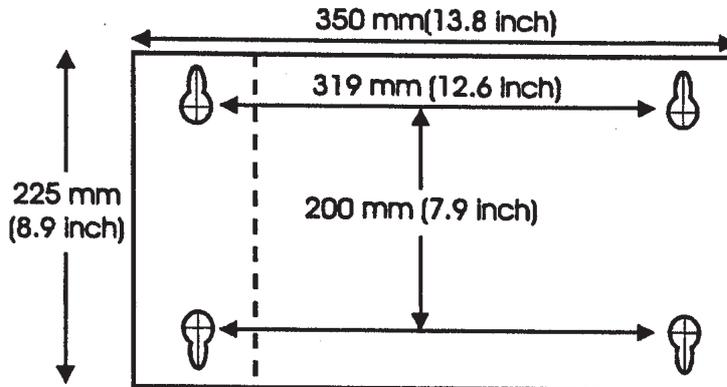

Figura 6. La caja de montaje del Detector con los agujeros marcados.
- Utilizando el esquema de la Figura 6, marcar sobre la pared la posición de los orificios de fijación.